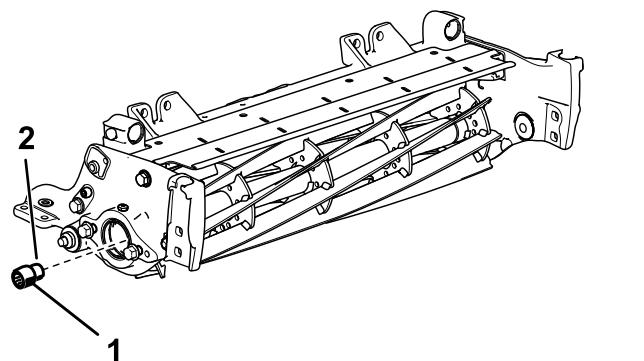

Figure 3
5. Retirez l'insert cannelé existant à chaque extrémité de l'arbre de cylindre à l'aide de l'outil spécial (réf. TOR4112 pour le cylindre de 12,7 cm et TOR4074 pour le cylindre de 17,8 cm). Voir Figure 3.